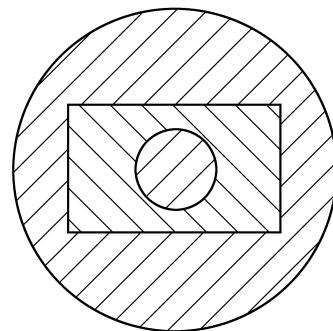

图 6-15 剖面线编辑结果
【例 6-3】 对如图 6-13c 所示的图形（图中剖面线是分 3 次填充的）编辑剖面线，结果如图 6-15 所示。
3) 单击矩形和小圆之间的剖面线，在【特性】命令中，更改【图案填充角度】值为 90 或通过拖动水平滚动条来调整。最后完成结果如图 6-15 所示。